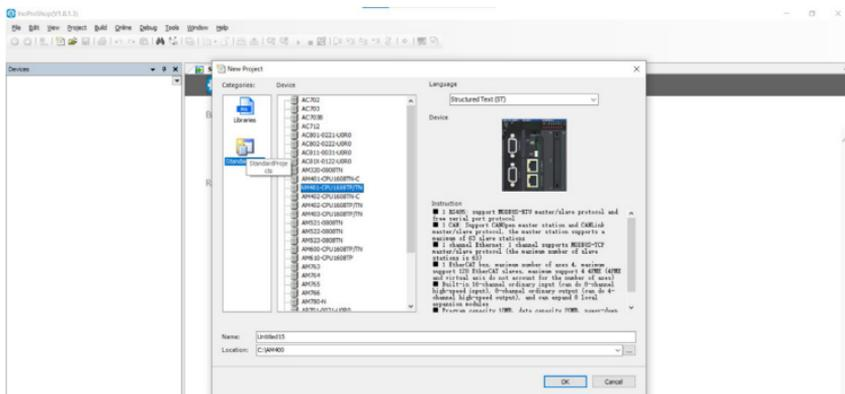

Рисунок 7.4 – Выбор контроллера
2) Выберите используемый контроллер (рис.7.4)